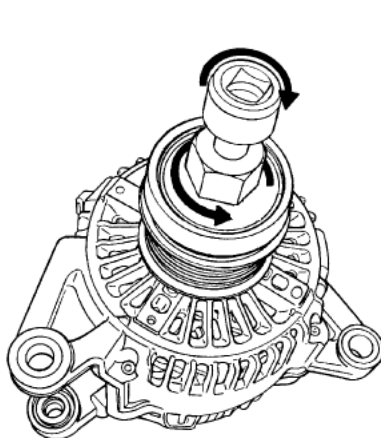

Figure 2
6. To remove the OAD, simply rotate the alternator shaft clockwise while holding the OAD shaft stationary with the proper tool. Figure 2.
6. Pour enlever le découpleur d'alternateur en roue libre, faire simplement pivoter l'arbre d'alternateur en sens horaire tout en tenant l'arbre du découpleur stationnaire au moyen de l'outil adéquat. Figure 2